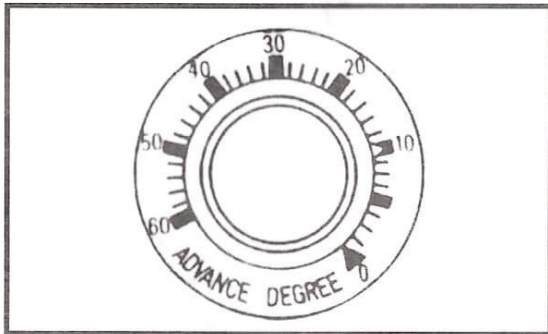

Рисунок 4
6. Запустите двигатель и дайте ему поработать на холостом ходу. Направьте стробоскоп на установочную метку, как показано на Рис.4.
3. Считайте показания со шкалы опережения, как показано на рис.4.